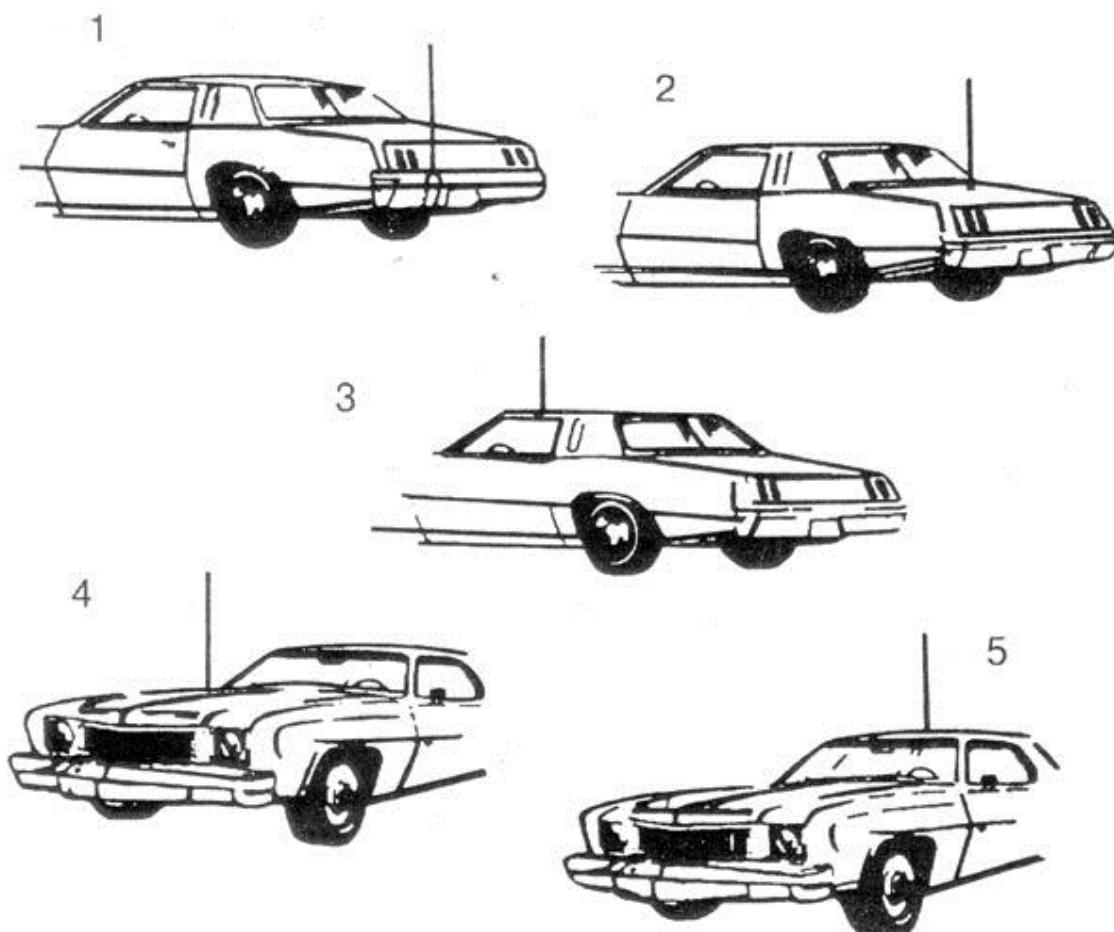

Рис. 6. Типичные места установки автомобильных antenn.
В общем случае имеются два типа antenn для мобильных Си-Би радиостанций - полноразмерный штырь длиной 1/4 волны (2,75 м) и укороченная согласованная штыревая антenna (от 0,5 до 1,9 м). Из-за большой длины полноразмерных antenn на автомобилях применяются, в основном, укороченные antennы длиной не менее 1,2 м, в различных конструктивных исполнениях с креплением через отверстие в крыше, на кронштейне за отбортовку водостока или на магнитном основании (см. рис. 6).
На рис. 6 показаны пять типичных мест установки автомобильной антенны: (1) задний бампер, (2) задняя крышка багажника, (3) отбортовка для стока воды, (4) капот, (5) крыша.